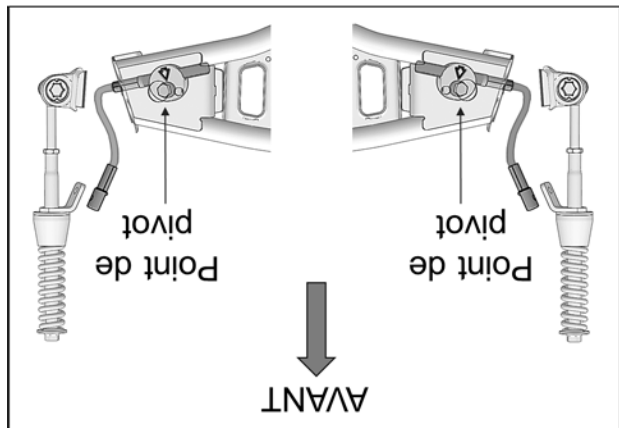

Fig. 22
13. À l'assemblage, assurez-vous que le point de pivot du disque en aluminium soit positionné en avant du câble du limiteur de conduite. Voir la Fig. 22